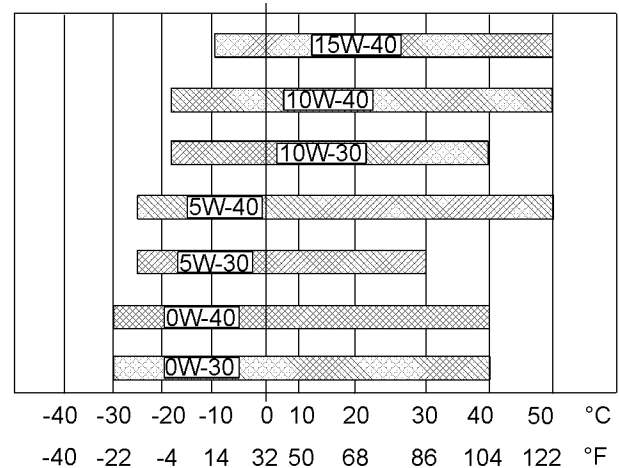

图 38 润滑剂粘度
请参阅图 38（最低温度）以确定发动机冷起动时所需要的机油粘度。
请参阅图 38（最高温度）以选择发动机在预期的最高环境温度下运行时所需要的机油粘度。
- 参见相应的“润滑剂粘度”。为找到适合您的发动机的机油粘度等级，请参阅图38。